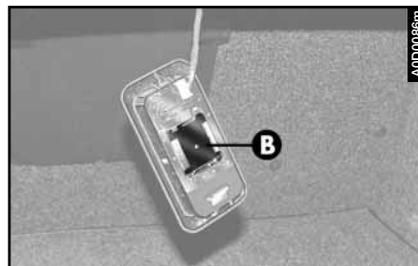

fig. 81
– Soulever l'écran de protection (B- fig. 81).